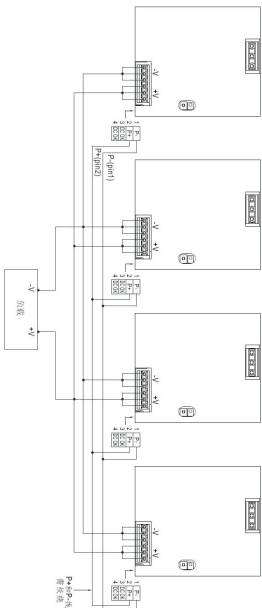

图6 并联操作接线示意图
4.4.1 并联操作接线方式如下图6所示, P+, P-并联连接端口。